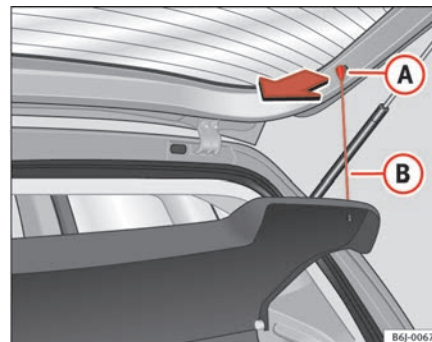

Fig. 85 Chapeleira
- Desengate os tirantes ⇒ fig. 85 B dos alojamentos A